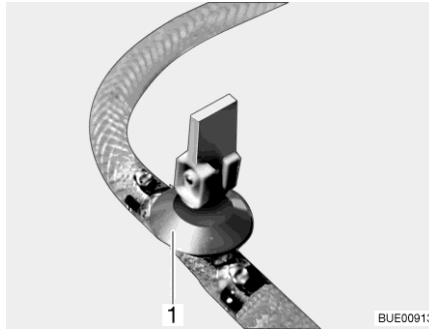
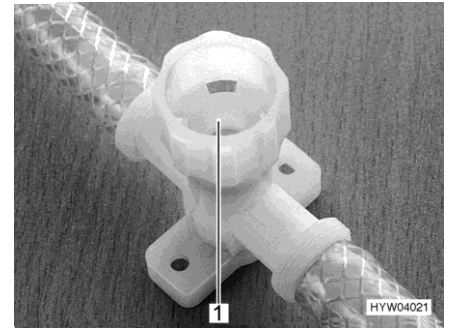

Bild 182 Avtappningskran (med vipparm)
Bild 183 Avtappningskran (med vred)
- Stäng alla avtappningskranar. Ställ för detta avtappningskranens vipparm (Bild 182,1) vågrätt eller vrid avtappningskranens kran (Bild 183,1) medurs.